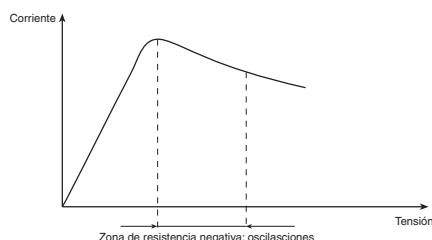

Figura 3-1
- Trazar la característica «Corriente-Tensión» del diodo de efecto GUNN y compararla a la de la figura 3-1.